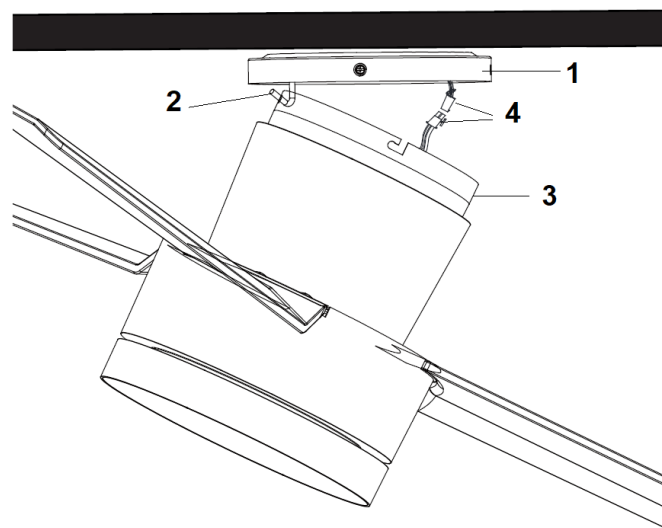

Fig. 5
- Levante el conjunto del ventilador hasta el soporte de montaje (1), pase el gancho con forma de J (2) del soporte de montaje por el agujero del florón colgante (3) y cuelgue el conjunto del ventilador. Fig. 5
- Conecte los conectores macho y hembra juntos (4). Fig. 5